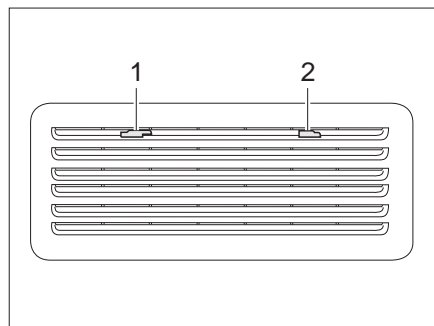
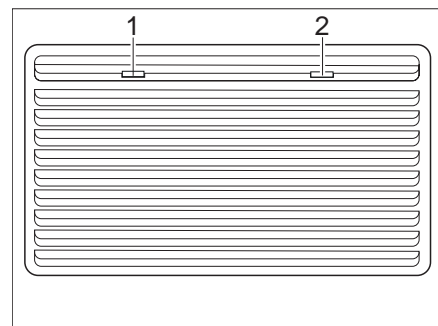

Bild 137 Kühlschrank-Lüftungsgitter (Thetford klein)
Bild 138 Kühlschrank-Lüftungsgitter (Thetford groß)
- Arretierungen (Bild 137,1 und 2 bzw. Bild 138,1 und 2) zur Mitte schieben.